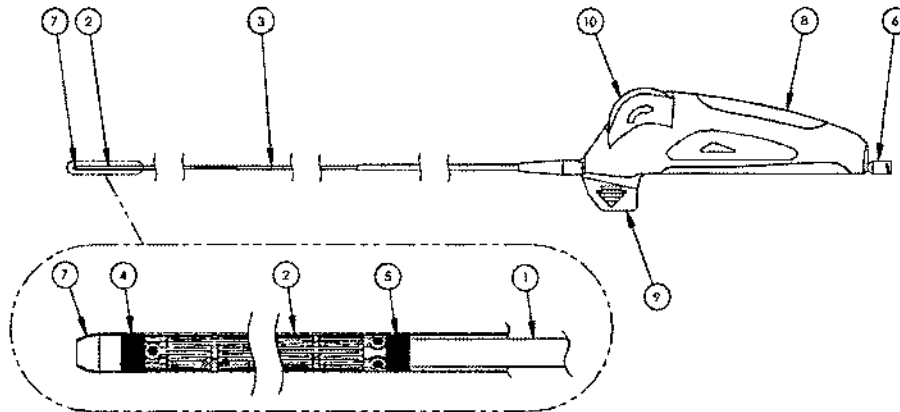

Figura 1: Sistema de aplicación EverFlex Entrust™
El sistema de aplicación Entrust se muestra en la Figura 1. Tiene un diseño de eje triaxial compuesto de un eje interno (1), una vaina externa retraible (2) y una vaina aislante (3) para facilitar la utilización durante el despliegue. La manilla de despliegue ergonómica (8) tiene un cierre de seguridad de quita y pon (9), una rueda de despliegue (10) y un cubo luer (6).
- e. Inicie el despliegue del stent sujetando la manilla en una posición fija y girando lentamente la rueda en la dirección que indica la flecha que aparece en la manilla (Figura 1).